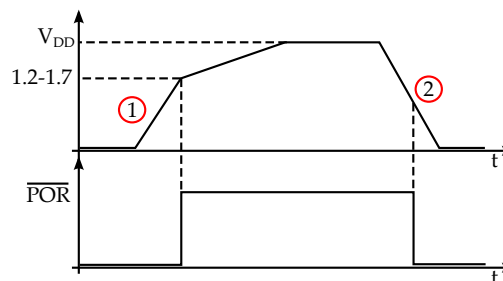

Figura 1.17: Segnale di POR
La figura 1.17 esplica quanto appena detto.
stato di reset. Se la tensione cresce (vedi il tratto indicato con ① in figura 1.17) con una pendenza superiore a $0.05V/ms$ e supera il valore di POR_{TPR} , allora il segnale di POR diventa disattivo ed il micro esce dallo stato di reset.
Il segnale di POR ridiventa attivo quando la tensione di alimentazione del micro scende sotto un valore (vedi punto indicato con ② in figura 1.17) che dipende dal micro: in realtà, però, anche in questo caso il costruttore non garantisce alcun valore certo per tale livello di tensione.